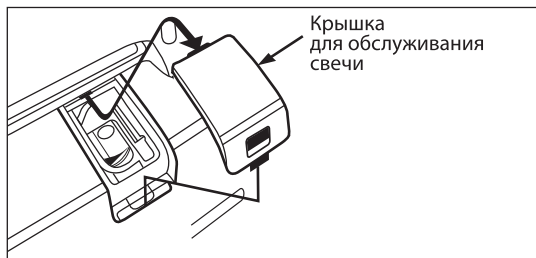

Рис. 20
1. Откройте крышку для обслуживания свечи (рис. 20).